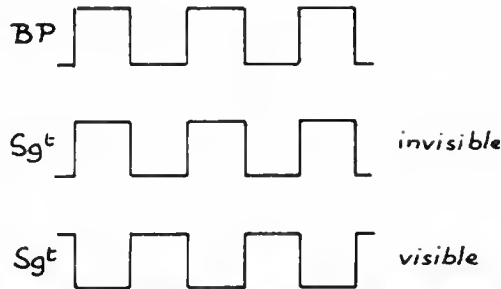

Fig. 3. — Le segment est visible si les signaux BP et  $Sg^t$  sont en opposition.
signal carré de back-plane et provoquant l'activation ou l'extinction des segments LCD. Nous rappelons que, pour exciter un segment, il faut l'attaquer par un signal carré de phase opposée à celle de celui qui attaque l'électrode commune arrière (BP). Au contraire, si ces deux signaux de segment et back-plane ont la même phase, le segment est invisible. (Voir fig. 3.)